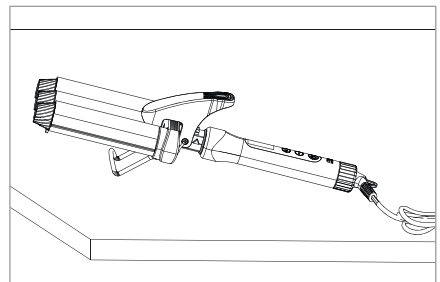

Abb. 1
- 1) Klappen Sie den Ständer **10** aus und stellen Sie das Gerät so auf, wie in der Abbildung 1 dargestellt. Nur so können keine heißen Teile die Stellfläche berühren.